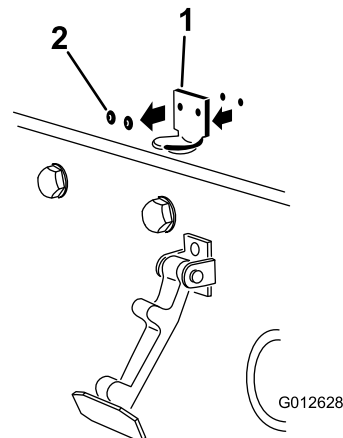

Figura 32
2. Rimuovete i rivetti (2) che fissano la staffa di bloccaggio cofano sul cofano stesso (Figura 32). Rimuovete la staffa del fermo del cofano dal cofano.